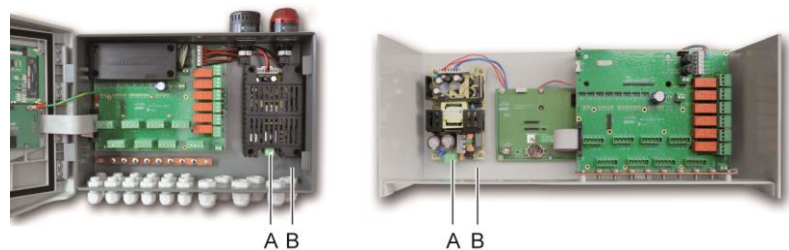

Figura 28: Collegamento dell'alimentazione di settore nella versione montata su parete e su rack.
L'alimentazione di settore sarà collegata alla morsetteria come indicato nella Figura 28. Il conduttore di massa sarà collegato al terminale di messa a terra (B).